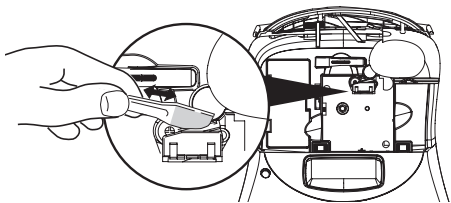

Figura 11
3. Limpie cuidadosamente el lado almohadillado de la herramienta a todo lo largo del cabezal de impresión. Véase figura 11.